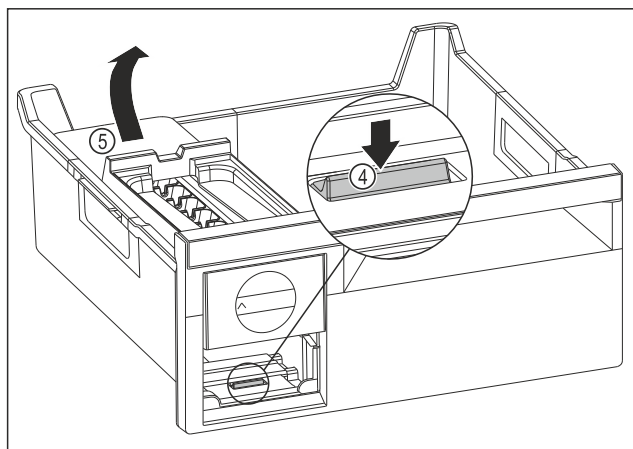

Fig. 105
- Vyjmutí korpusu EasyTwist-Ice: Lamelu Fig. 105 (4) zatlačte prstem směrem dolů a zároveň nadzvedněte druhou rukou korpus EasyTwist-Ice Fig. 105 (5) zezadu.